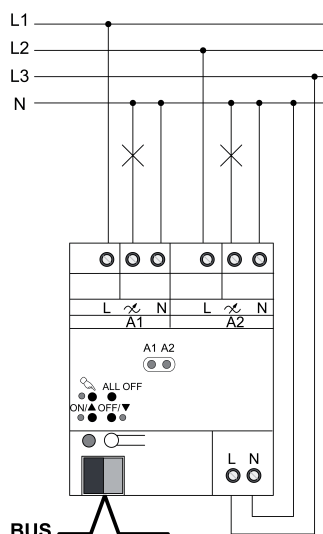

Figure 4: L'actionneur de variation – Exemple de raccordement
- Raccorder l'appareil selon l'exemple de raccordement (figure 4).